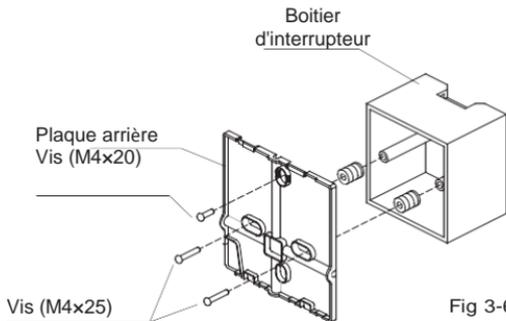

Fig 3-6
- Pour un montage encastré, fixez la plaque arrière sur le boîtier d'interrupteur avec 2 vis (M4x25) et fixez-la au mur avec 1 vis (M4x20). (Fig. 3-6)